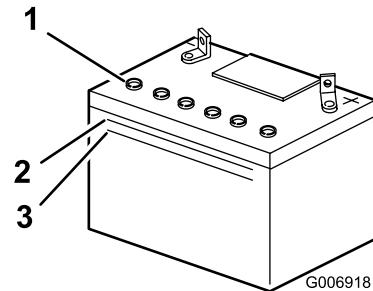

Figure 27
2. Observez le côté de la batterie. Le niveau de l'électrolyte doit atteindre le trait supérieur (Figure 27).
**Remarque:** Le niveau d'électrolyte ne doit pas descendre au-dessous du trait inférieur (Figure 27).
3. Enlevez les bouchons d'aération de la batterie (Figure 27)
4. Versez de l'eau distillée avec précaution dans chaque élément jusqu'au repère supérieur (Figure 27) sur le côté de la batterie.
5. Attendez 5 à 10 minutes après avoir rempli les éléments. Au besoin, ajoutez de l'eau distillée pour amener le niveau jusqu'au repère supérieur sur le côté de la batterie (Figure 27).